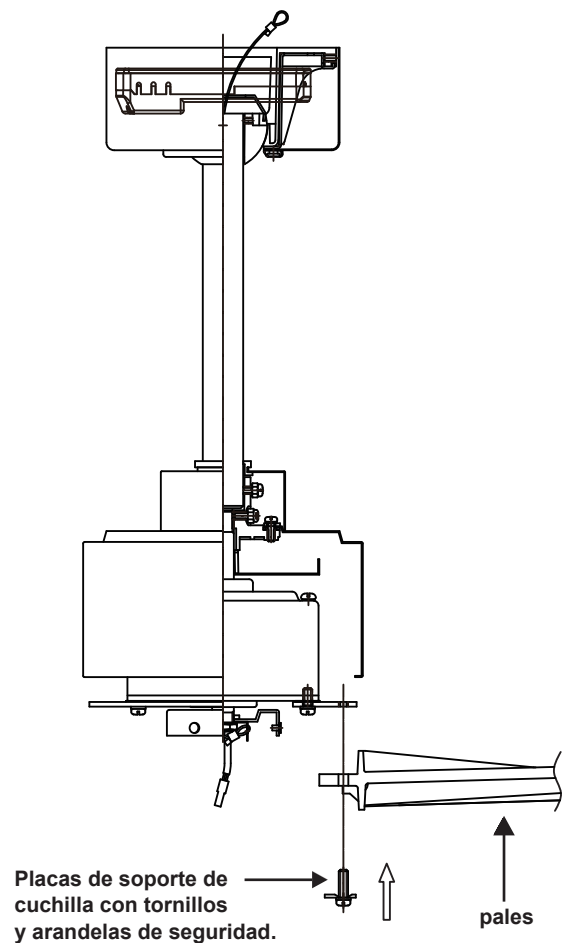

Figure 14
1. Alignez les trous sur la pale et l'ensemble moteur du ventilateur et fixez la pale en place avec la plaque de support de pale avec les vis et les rondelles de blocage fournies. (Fig. 14)